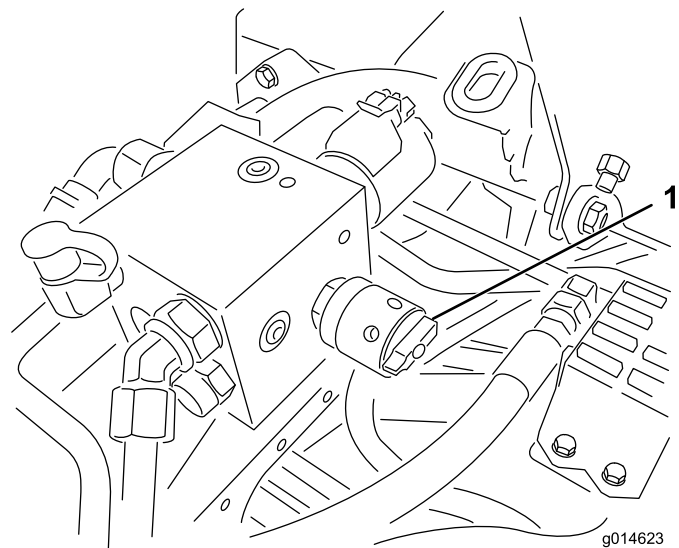

图50
4. 要调节滚刀的速度请旋转旋钮图50直至指示器箭头与在步骤 3 中确定的数字对齐。